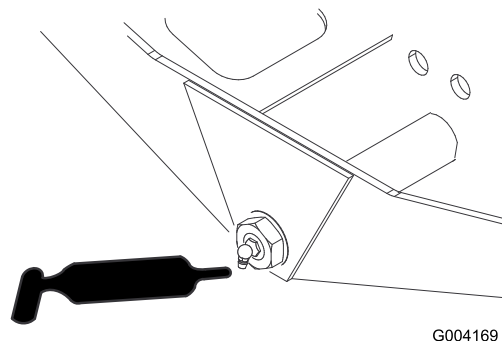

Figura 48
- Articulação da direcção do eixo (1) (Figura 48)